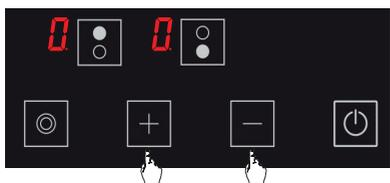

Abbildung 7
3. Die Leistungsstufe der jeweiligen Kochzone kann mit den und Tasten oder von bis 9 je nach Option des Kochfelds von 1 bis 9 eingestellt werden. (Siehe Abb. 7)